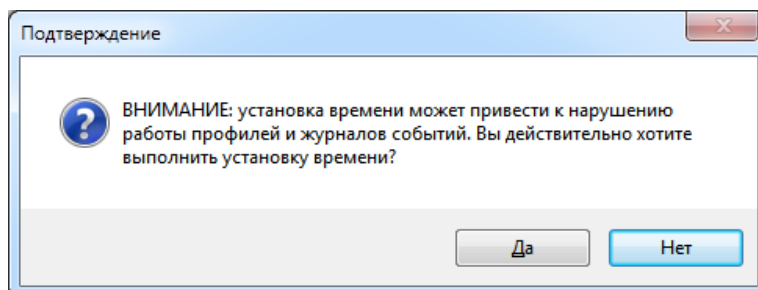

Рисунок 9.25 – Предупреждение при установке времени
- выбрать в меню *Сервис* программы КОНФИГУРАТОР пункт *Установить время* и нажать кнопку *Да* в появившемся сообщении (рисунок 9.25);